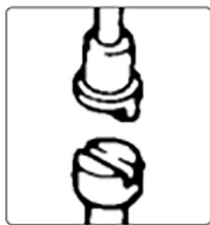

Fig.2
1. Desserrez le boulon de l'étrier de la poignée et insérez l'ensemble de la poignée (1).
2. Tournez le bouton de la valve de déclenchement pour placer la tige de connexion dans la tige de la valve de déclenchement, comme indiqué sur la fig.2.